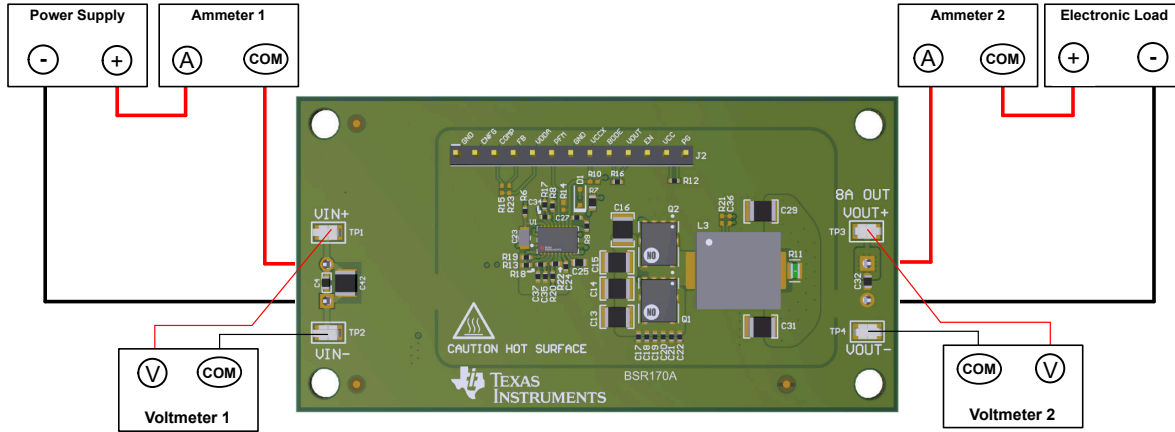

图 2-1. EVM 测试设置
参考表 2-1 所述的 EVM 连接，建议用于评估 LM25148B-Q1EVM-2100 的测试装置如图 2-1 所示。在提供 ESD 保护的工作站上工作时，请确保在处理 EVM 之前已连接所有腕带、靴带或垫子以使用户接地。
1. 在连接直流输入源之前，将输入源的电流限值设置为最大 0.1A。确认输入源最初设置为 0V 并连接到 VIN+ 和 VIN - 连接点，如图 2-1 所示。